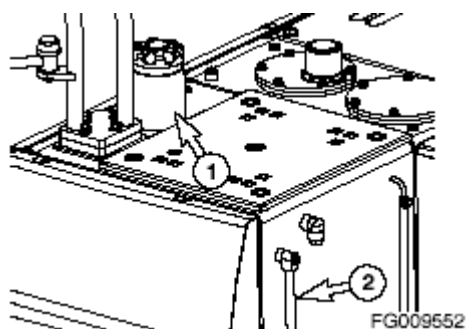

Рисунок 21
1. Заправляйте машину в конце каждого рабочего дня. Для заправки используйте топливопровод (1, рисунок 21). При эксплуатации при температурах от 0°C (32°F) или выше, используйте дизельное топливо ASTM No. 2-D или его аналог. При эксплуатации при температурах ниже 0°C (32°F), используйте дизельное топливо ASTM No. 1-D или его аналог.
3. Уровень топлива можно проверить, посмотрев на показания измерителя топлива (2, рисунок 21).